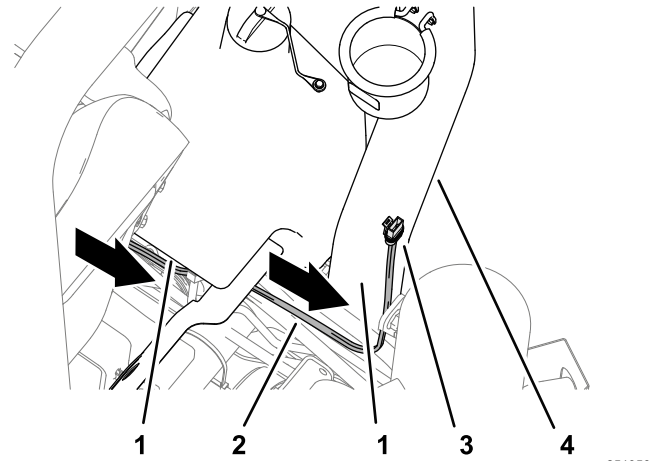

Figura 12
- Enrute el arnés de alimentación a lo largo de la parte inferior del depósito de combustible y hasta el tubo de la barra antivuelco derecha (Figura 12).